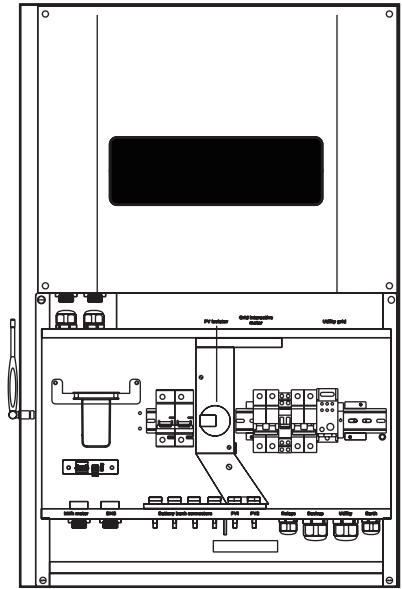

图7: 安装逆变器
- 将天线拧入逆变器左侧的 SMA 连接器，如图 7 所示。